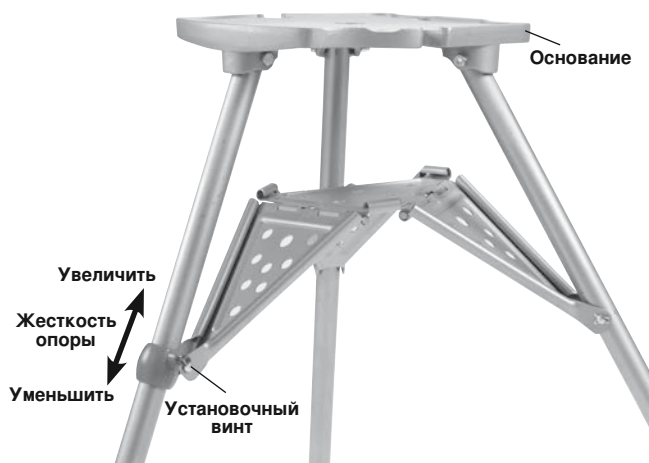

Рис. 5 — Регулируемая опора для поддона
- б. Ослабьте установочный винт на задней опоре для поддона (см. рис. 5).